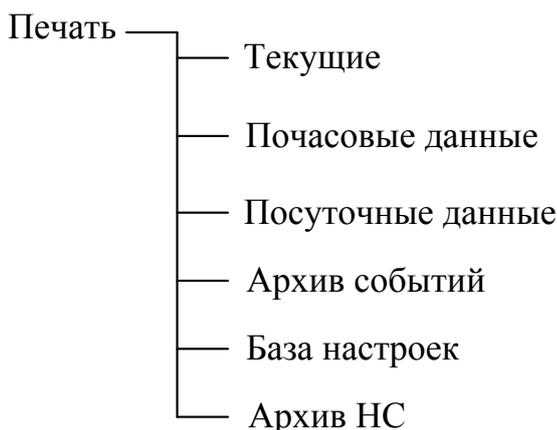

Рисунок 3
2.7.11 Пункт «**Печать**» предназначен для вывода данных на устройство печати и состоит из следующих подпунктов (рисунок 3).